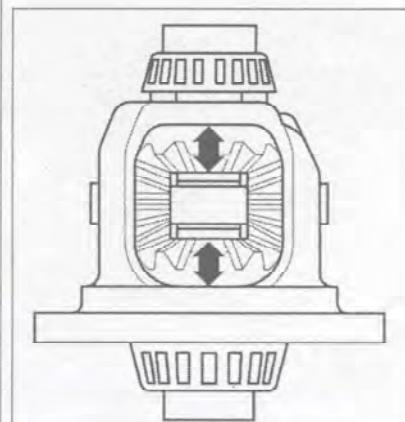

Рис. 7.291. Отожмите полуосевые шестерни наружу (стрелки) и проверьте зазор.
17. Отожмите полуосевые шестерни наружу (стрелки) и проверьте зазор (рис. 7.291). Номинальное значение: не более 0.10 мм.